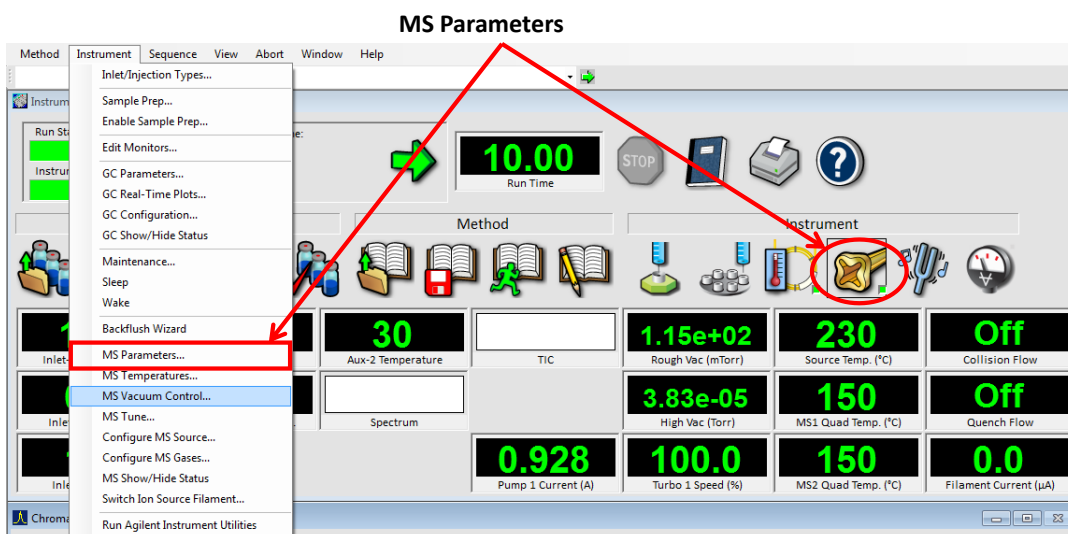

Figura 36. Ruta de acceso para el MS parameters.
- Desde el GC-QQQ *MassHunter Acquisition software* vaya al menú **Instrument > MS Parameters** o desde el ícono como muestra la **Figura 36**.